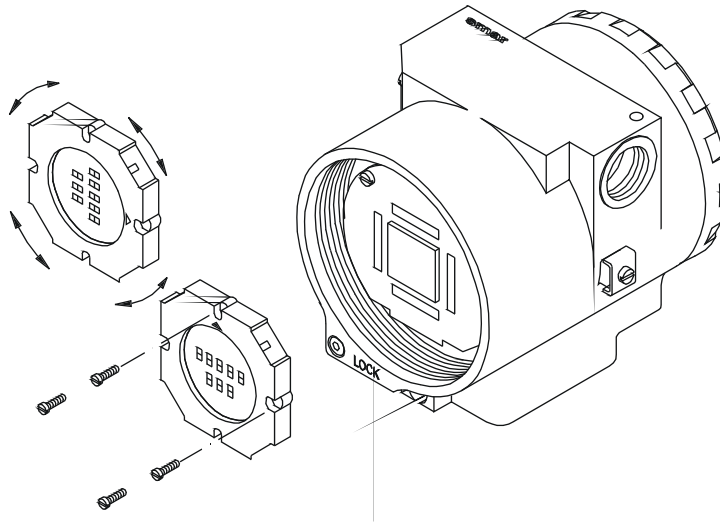

Figura 5.3 - Posiciones Posibles del Visor
Conecte los enchufes y la fuente de alimentación a la placa principal. Caso haya un visor, sujételo a la placa principal con cuatro tornillos (3). El montaje del visor puede hacerse en cualquiera de las 4 posiciones posibles (vea la Figura 5.3). La marca “▲”, inserta en el visor indica la posición superior del mismo.